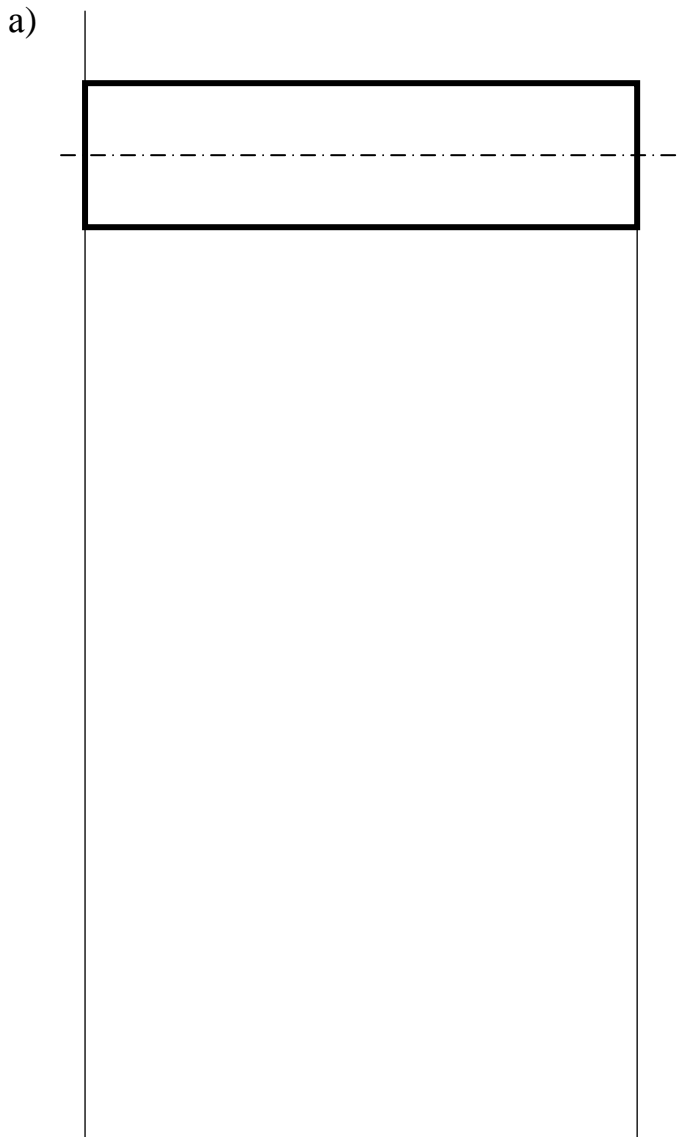

Рисунок 3.4
**Задача №1.** Построить эпюру продольных сил (эпюру N) для стержня (рис.3.4,а), нагруженного в сечениях А, В, С сосредоточенными силами  $F_1 = 2\text{кН}$ ,  $F_2 = 5\text{кН}$ ,  $F_3 = 3\text{кН}$ , направленными вдоль его оси.